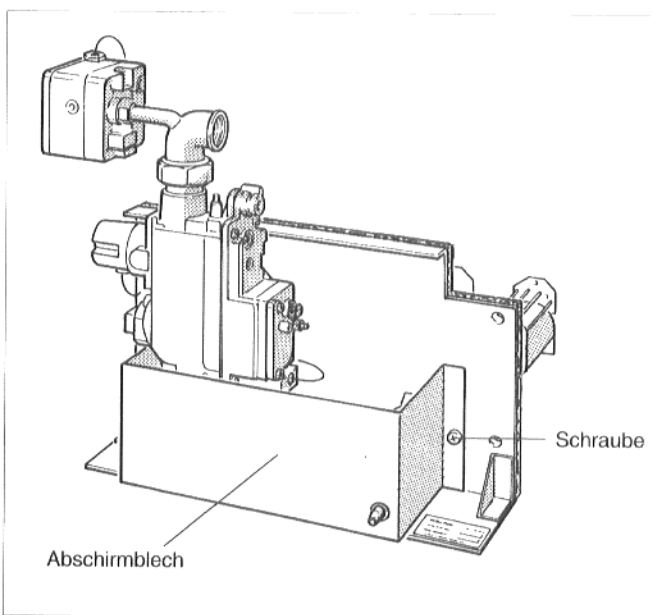

Abb. 22: Gasbrenner G_224 L, Stadtgasausführung
- ★ Bei Stadtgasausführung Abschirmblech abschrauben (Abb. 22).